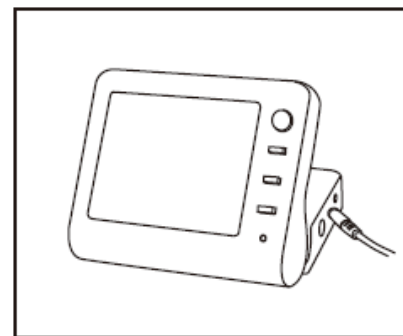

Рис. 4
2) Подсоедините кабель адаптера к блоку управления (Рис.4).